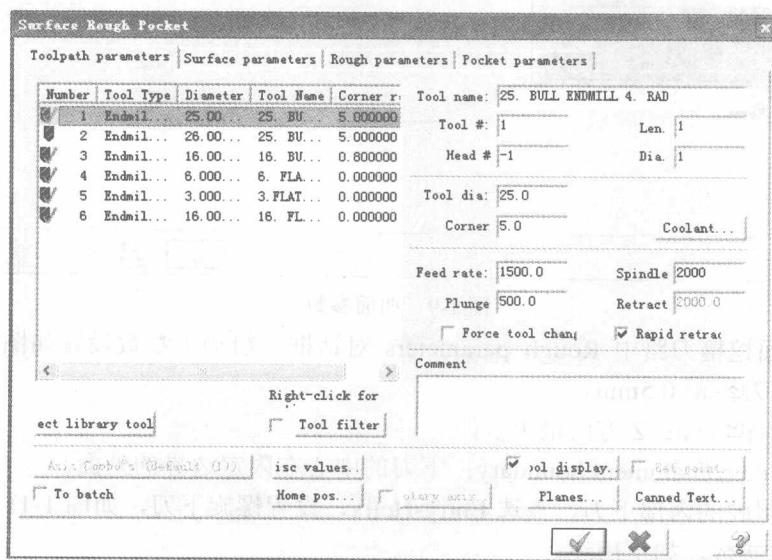

图 1-8 3D 曲面挖槽刀具参数界面
- ③ 选择完毕后，系统弹出 3D 曲面挖槽刀路对话框，进入如图 1-8 所示的刀具参数界面，选择合适的刀具及参数。选取  $\Phi 25R5$  镶合金刀粒的圆鼻刀，进给率为 1500，下刀进给率为 500，退刀率为 2000，刀具转速为 2000r/min，刀具的刃数为 2 刃。